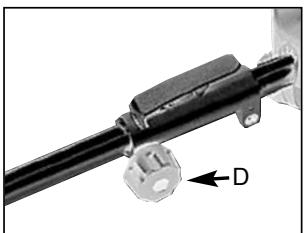

рис. 3B
3. Затяните ручку (D) по часовой стрелке. (рис. 3B)